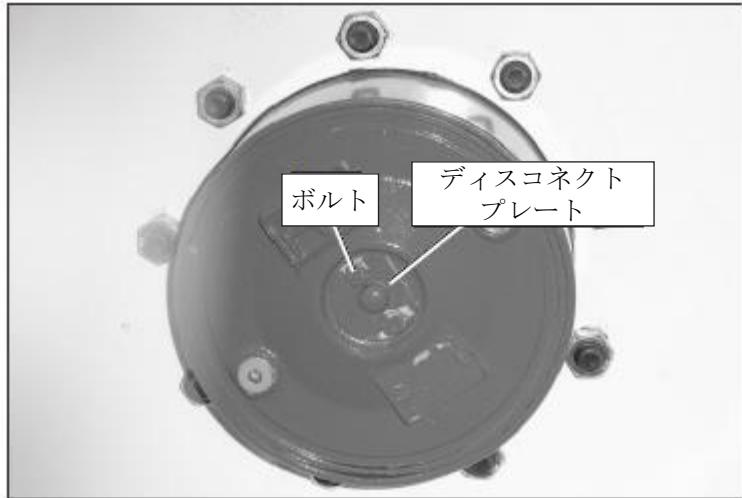

図 9.3 - 駆動輪
6. 各駆動輪のところにあるディスコネクトプレートから 2 本のボルトを外します（図 9.3 を参照）。突起部が内側を向くようにプレートを裏返します。2 本のボルトを元どおり取り付けます。
8. 各駆動輪の 2 本のボルトを外し、図 9.3 のようにプレートを元の位置に戻します。